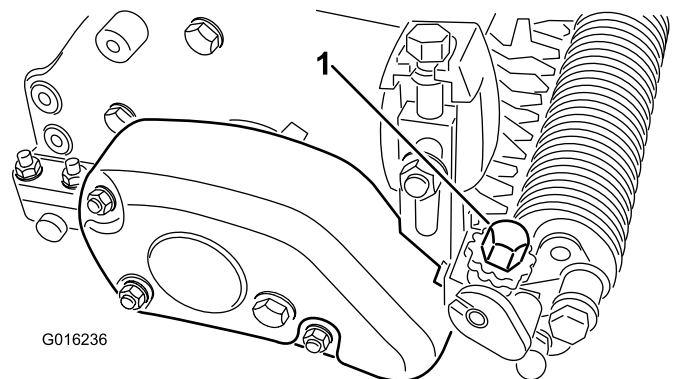

Figure 25
5. À une extrémité de l'arbre du groomer, mesurez la distance entre la pointe la plus basse d'une des lames du groomer et la surface de travail. Tournez le bouton de réglage de hauteur du groomer (Figure 25) pour élever ou abaisser la pointe de la lame à la hauteur voulue. Chaque cran sur le bouton de réglage correspond à peu près à 0,08 mm de profondeur du groomer.